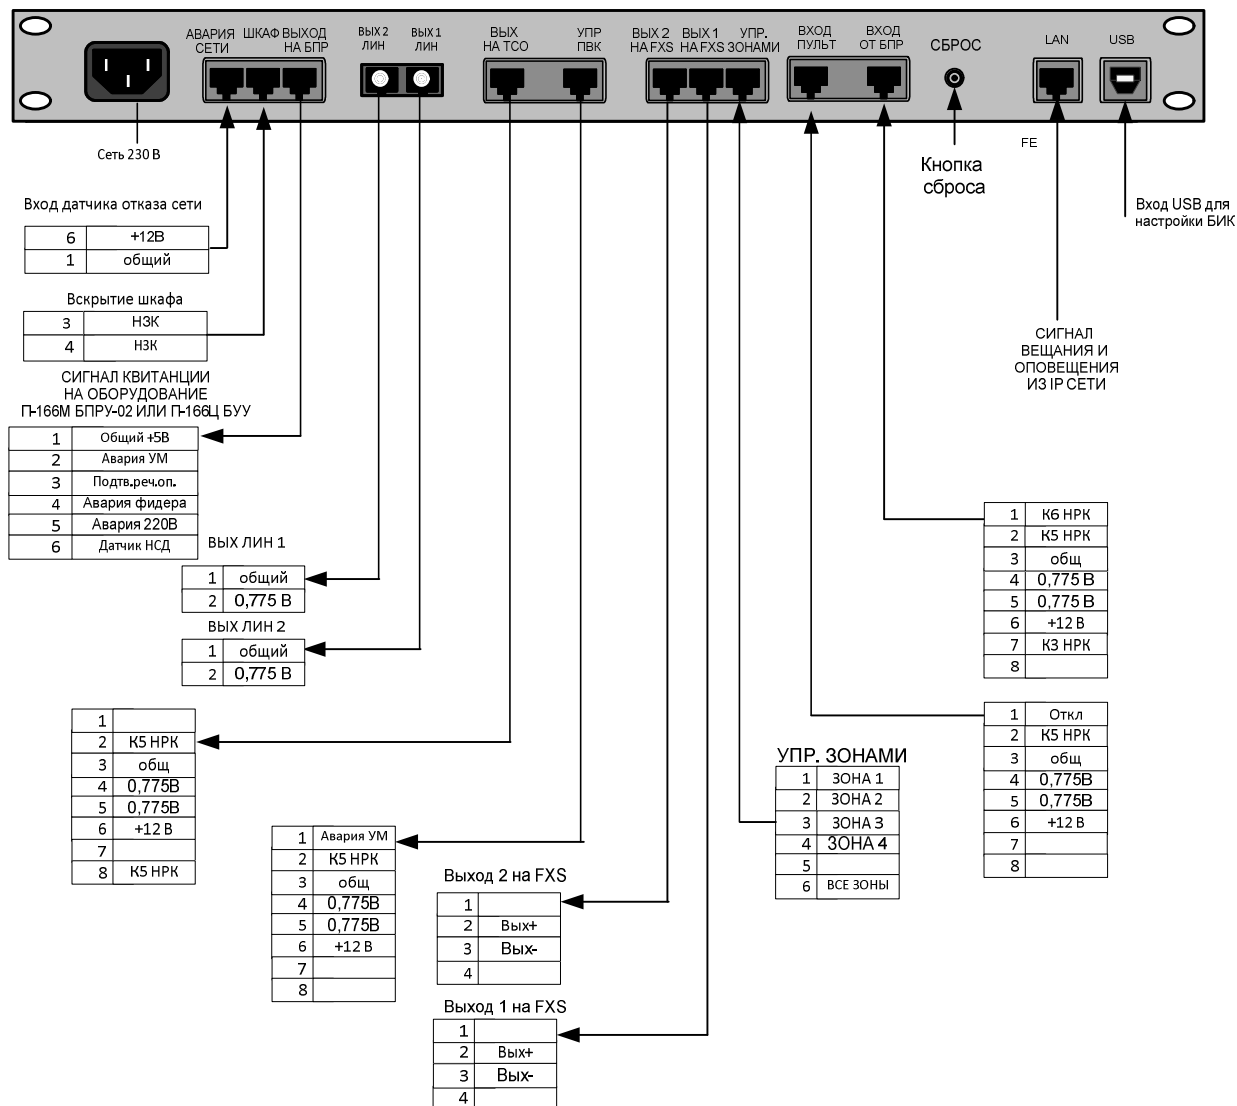

Рисунок 3.1 - Схема электрическая подключения
- подключают электропитание к изделию согласно схеме электрической подключения (рисунок 3.1);